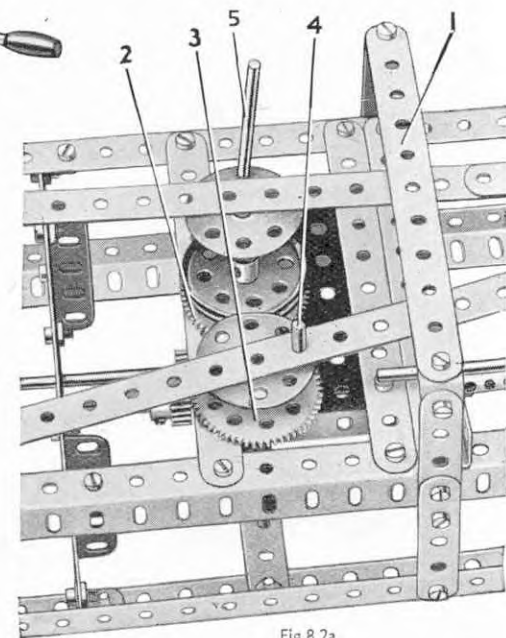

Fig.8.2a
Le bras à crayon consiste en deux Bandes de 32 cm. se recouvrant sur 13 trous, et est articulé à la distance de 12 trous de son extrémité avant sur une Tringle de 5 cm. qui passe à travers les trous centraux de deux Plaques à Rebords de 9x6 cm. Les deux Plaques sont réunies par leurs rebords, et à leurs surfaces inférieures sont boulonnées deux Bandes Coudées de 60x25 mm. qui coulisent sur deux Tringles de 29 cm. insérées à chacune de leurs extrémités dans une Cornière de 14 cm. boulonnée aux côtés du bâti. Le crayon est tenu entre deux Embases Tringulées Plates fixées à l'extrémité du bras par un Support Double. Les Bandes de 14 cm. (6) (Fig. 8.2a) à travers lesquelles passe le bras à crayon sont courbées séparément de façon à ce que le bras ne se coince pas.